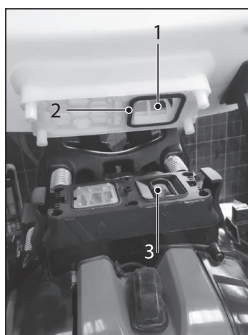

Рис. 11
5. Разверните бак на 180 градусов, чтобы окно 1 (рис. 11) находилось напротив окна для порошкового распыляемого вещества 3. Убедитесь, что резиновая прокладка 2 находится на месте.